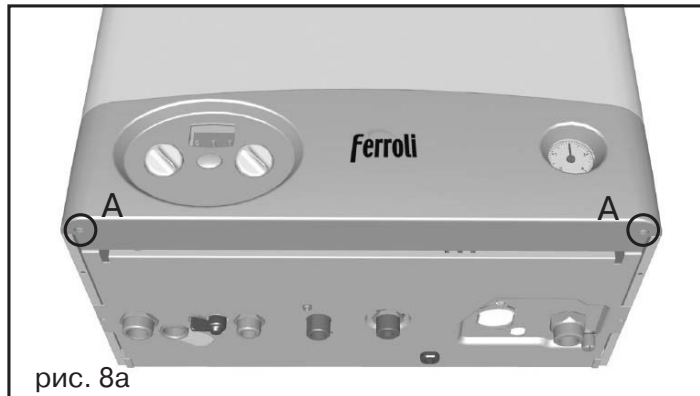

рис. 8a
- 1 Отвинтите оба винта А (Рис. 8a)